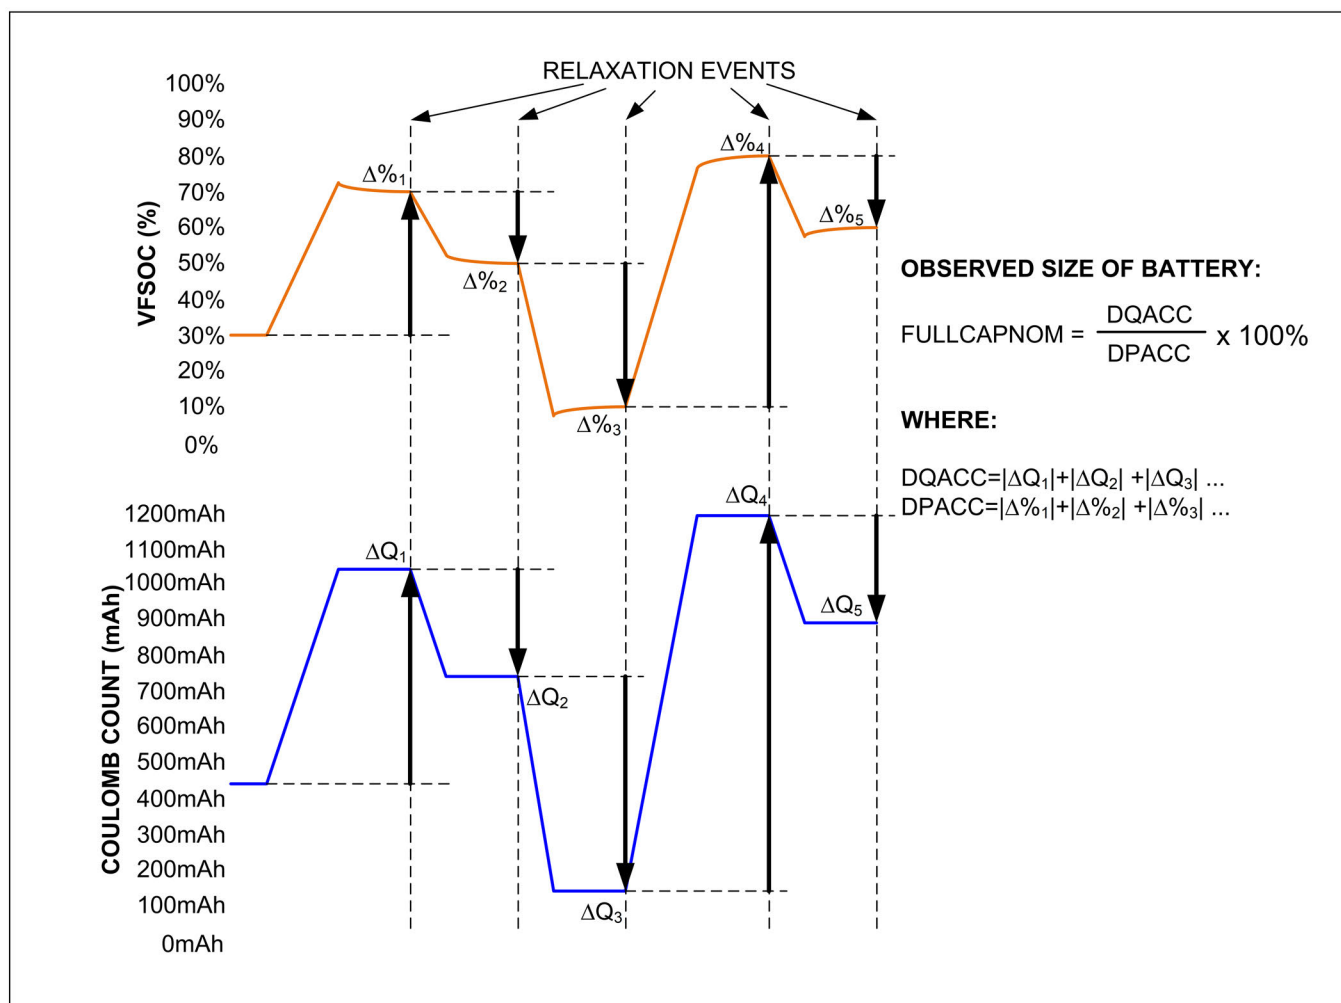

図 21. FullCapNom の学習
- **セル容量 (FullCapNom レジスタ)** : これは、電圧残量ゲージに対応した、フル充電時の合計セル容量です。これには、高負荷時や低温時にはアプリケーションが使用できない容量がある程度含まれています。IC は、セルの充電時と放電時のクーロン・カウント変化に伴うオープン・サーキット電圧測定値に基づいて変化率 (%) を定期的に比較し、パックが経年劣化してもパック容量 (mAh) を正確に予測できるようにします。図 21 を参照してください。